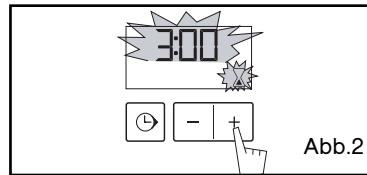

Abb.2
- Die Zeiteinstellung über die Tasten + oder - (Abb. 2) einstellen